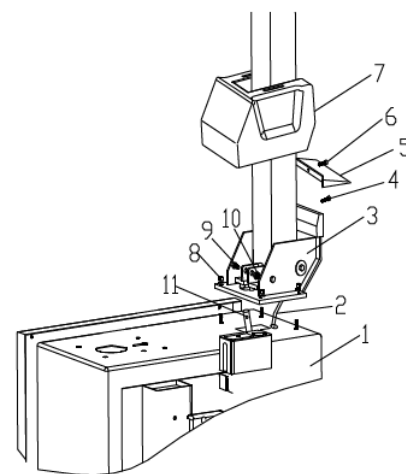

Рис. 3
2. Установите откидывающуюся стойку (3, рис. 3) на корпус (1, Рис. 3) станка с 4-мя болтами (M12), проташите воздушный шланг (2, рис. 3) через отверстие в колонне. Затяните четыре самоконтрящиеся гайки (8, рис. 3).
3. Вставьте винт (9, рис. 3) в отверстия колонны и штока цилиндра (11, рис. 3), затяните его с самоконтрящейся гайкой (10, рис. 3).
4. Открутите два болта на левой крышке и снимите крышку, подключите шланг для подачи воздуха (2, рис. 3) ранее упоминалось в боковые отверстия, которые контролируют наклон 5-ходовым клапаном. Фиксируем левую крышку.
5. Закрепите пластиковую крышку (7, рис. 3) двумя болтами (4, рис. 3).
6. Установите пластиковую крышку (5, рис. 3) с винтом (6, Рис. 3) на колонне.